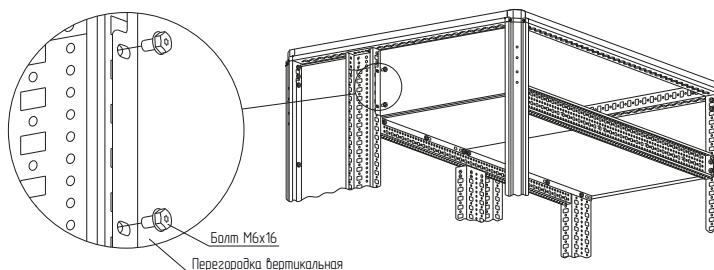

Рисунок 1
- вариант 1. Расположить перегородку горизонтальную между рейками монтажными тип В и закрепить болтами самонарезающими M6×16 (рисунок 1). Момент затяжки – 7 Н·м. Болты приобрести отдельно;